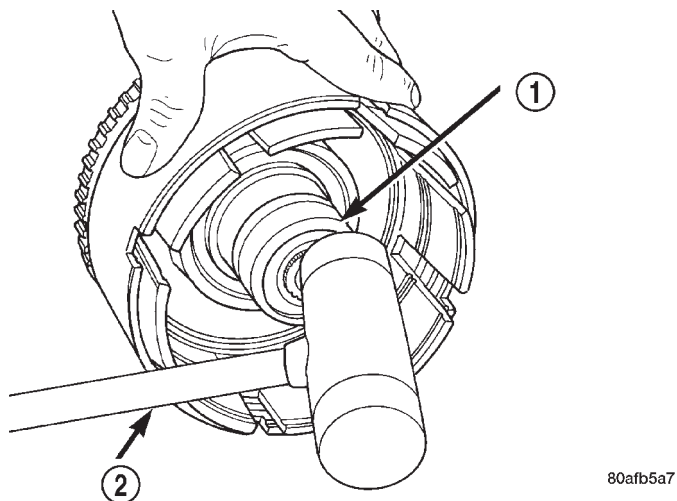
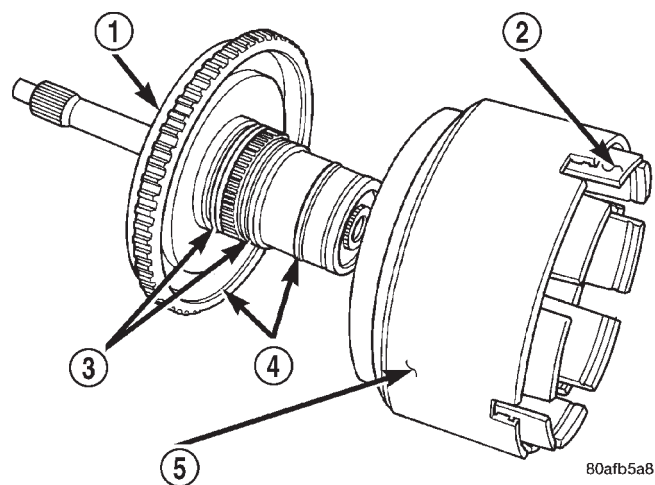

Fig. 215 Golpes sobre la maza impulsora
Fig. 216 Maza impulsora desmontada
(22) Golpee suavemente en la maza impulsora con un martillo de metal blando y retire la maza impulsora del émbolo y retén de embrague de sobremarcha y marcha atrás (Fig. 215) y (Fig. 216).